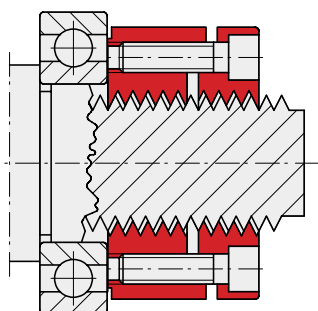

Fig.3
4. SPIETH精密ロックナット本体を予備段階として、初期馴染みを促進するために、所定の締め付けトルクより大きめのトルクでナット本体を締め付けます。その後再びナット本体を緩めた後に所定のトルクで締め付けてください。(Fig.3)この一連の作業は接触各部(ねじフランク、接触座面)のカジリ防止に有効です。